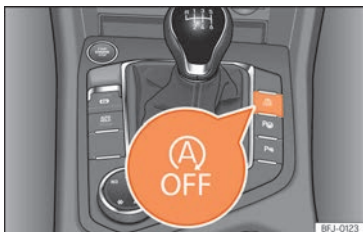

Abb. 121 Mittelkonsole: Systemtaste Start-Stopp.
- Um das Start-Stopp-System manuell aus-/einzuschalten, drücken Sie die Taste  **>>> [Abb. 121]**